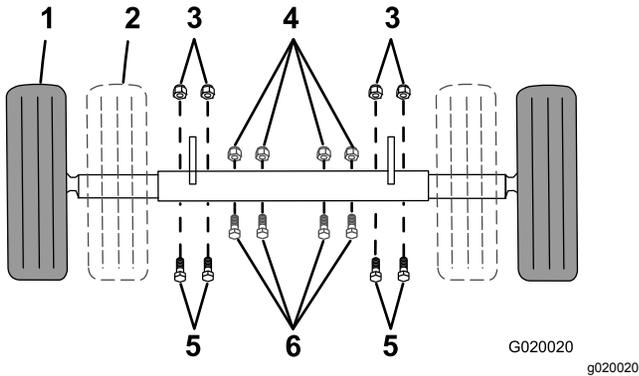

Figure 24
1. Branchez le connecteur électrique de la machine au connecteur électrique du véhicule tracteur (Figure 24).
Si votre machine est équipée d'un essieu réglable (Figure 24), vous pouvez le régler à la position étroite pour permettre à la machine de passer par un point d'accès étroit, comme un portail ou l'entrée d'un bâtiment.
1. Point de soutien (2)
7. Retirez les boulons et les écrous qui fixent l'essieu intérieur à l'essieu extérieur (Figure 24).
- Faites glisser chaque côté de l'essieu vers l'intérieur à la position étroite (Figure 24).
- Faites glisser chaque côté de l'essieu vers l'extérieur à la position large (remorquage) (Figure 24).
9. Fixez l'essieu avec les boulons et écrous retirés précédemment (Figure 24), et serrez-les à 87 N·m (64 pi-lb).